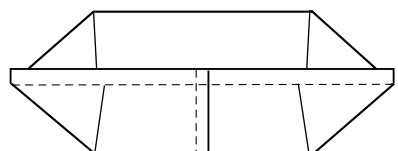

Рис.3
- биги расположены под углом (рис.3).